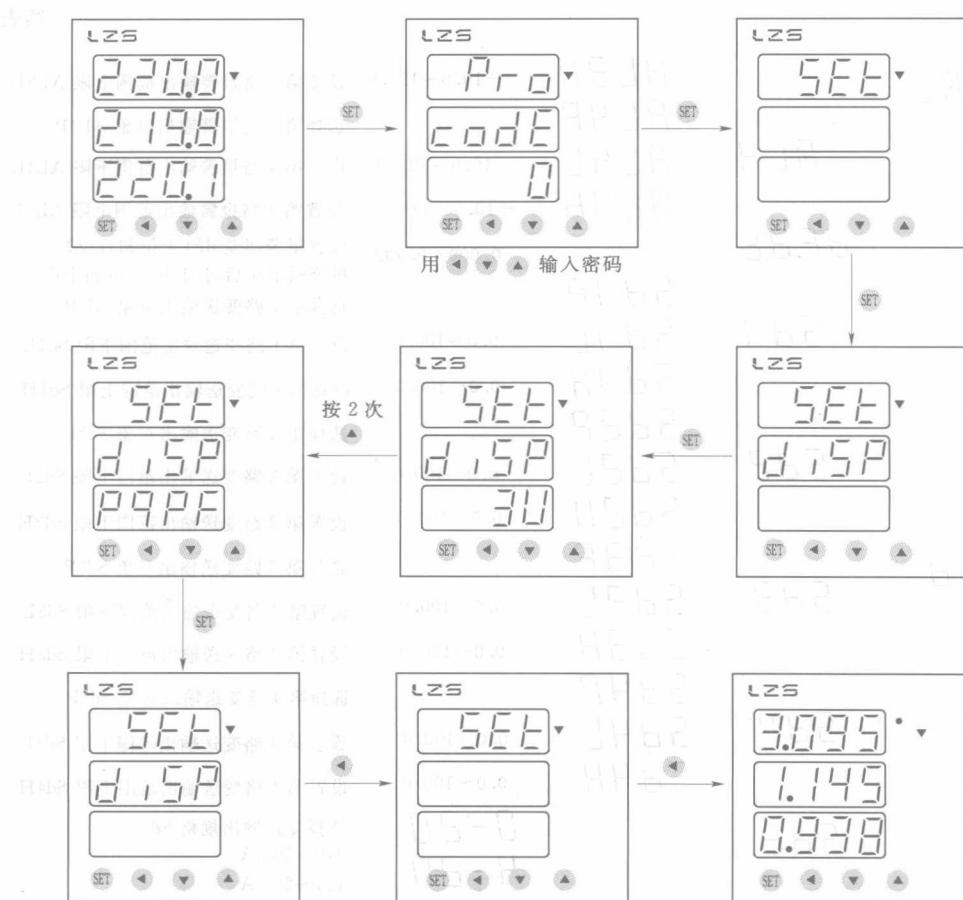

图 1-3 LES 设置显示方式
(1) 设置显示方式 (图 1-3), 将显示方式由 3U 更改为 PQPF (总有功功率、总无功功率、总功率因数)。
(2) 设置电流互感器倍率, 将电流互感器倍率由 1 更改为 50。